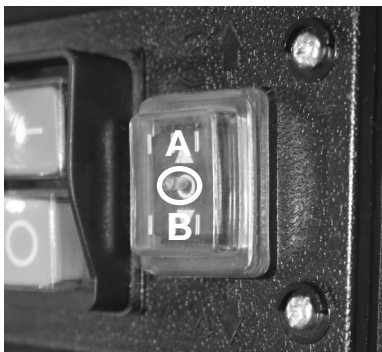

Fig. 12
Position A (Fig. 12)
Position B (Fig. 12)
1. Placez le commutateur inverseur en position B (Fig. 12).